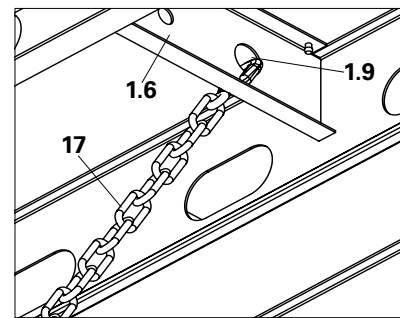

Fig. A10.02b
- Attaccare la catena di ancoraggio (17) al foro (1.9) presente nell'elemento di irrigidimento (1.6) del pannello ADP (1). (Fig. A10.02b)